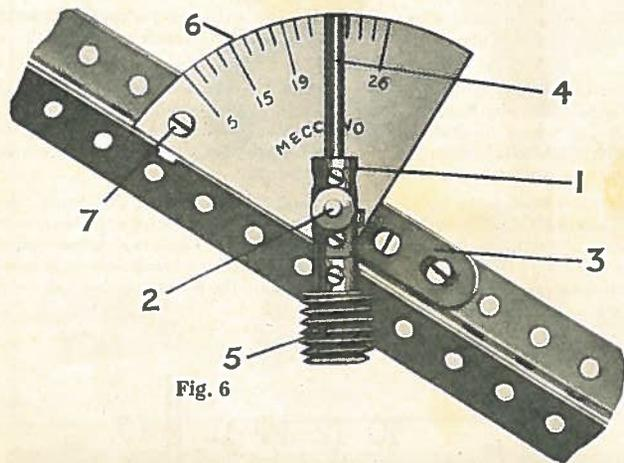

Fig. 6
En Fig. 6 se ilustra un Radio Meccano afirmado al lado del aguilón en la Grúa Meccano con contrafuerte, y la posición se indica por medio de la flecha en Fig. 6A. El acoplamiento (1) puede girar libremente en el Eje de 38 m.m. (2) que es asido en el Cubo de la Cigüeña emperrada en los rebordes de las viguetas del aguilón. Lleva en su extremidad superior otra Varilla de 38 m.m. (4) y en la inferior una Varilla de 25 m.m. en la cual se fija un Engranaje sin fin (5). El peso del Engranaje sin fin sirve para retener vertical la Varilla (4) en todas posiciones. Un cuadrante (6) cortado de un pedazo de cartulina se emperna á (7) en un Soporte Angular fijado al aguilón. La Varilla (2) pasa por un agujero en el cuadrante y lleva dos o tres arandelas para separar el Acoplamiento de la cartulina, de modo que el Engranaje sin fin no tocará los filos de las Viguetas que forman el aguilón.